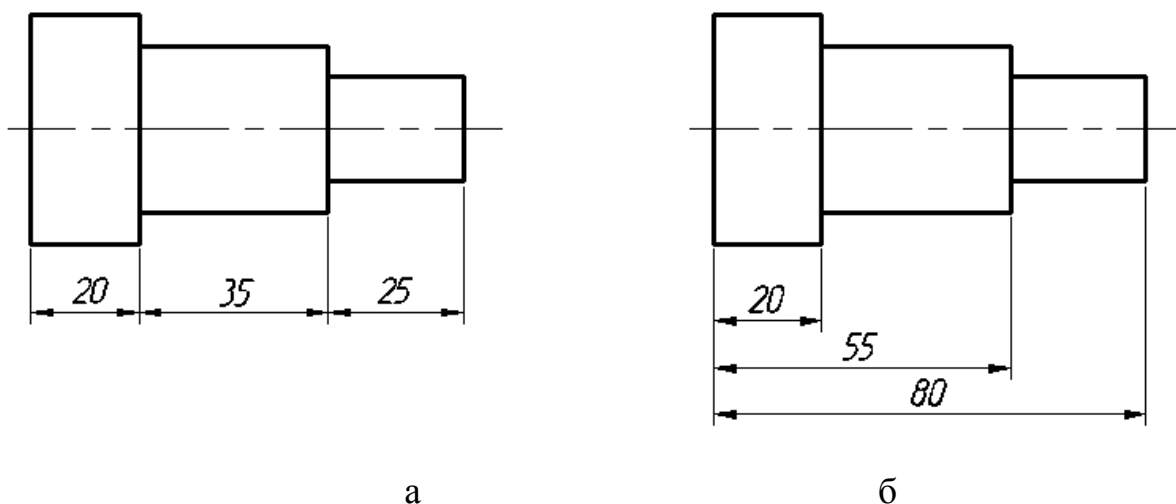

Рис. 5
**DIMCONTINUE** (РЗМЦЕПЬ) - продолжение линейного размера от второй выносной линии предыдущего размера (рис. 5, а).
**DIMBASELINE** (РЗМБАЗОВЫЙ) - продолжение линейного размера от базовой линии (первой выносной линии) предыдущего размера (рис. 5,б).